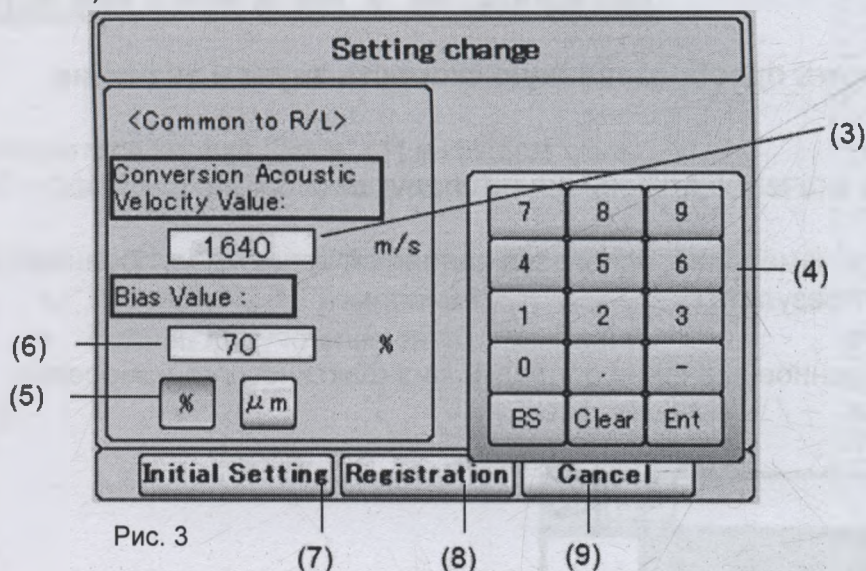

Рис. 3
2) Коснитесь кнопки "Setting change" (1), чтобы открыть окно изменения настройки (Рис. 3).